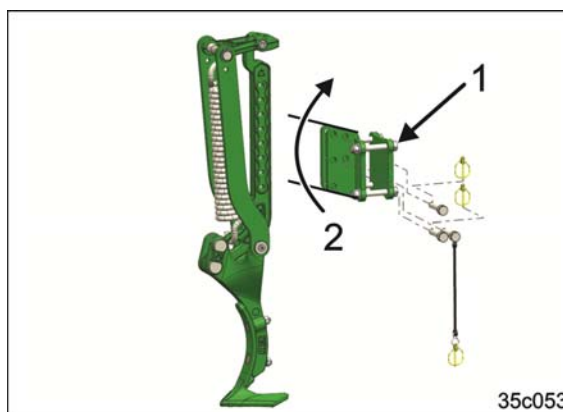

Bild 127
5. Avlägsna fästskruvarna på spårluckrarens fäste (Bild 127/1).
6. Vrid spårluckrarens fäste uppåt (Bild 127/2).
7. Montera fästskruvarna på spårluckrarens fäste och dra åt (Bild 127/1).